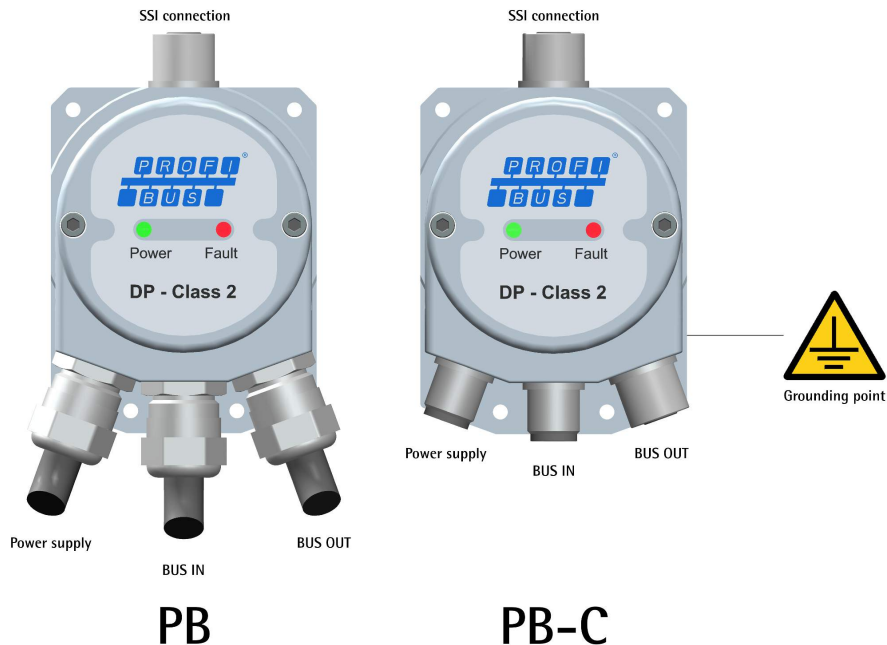

Figura 4
#### 4.2 Connessioni SSI (Figura 4)
**4.3 Gateway Profibus con pressacavi: versione PB (Figura 4 e Figura 6)**
#### 4.4 Gateway Profibus con connettori M12: versione PB-C (Figura 4 e Figura 7)